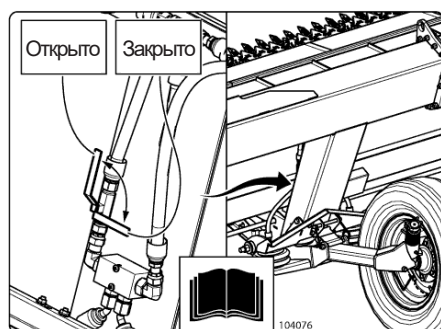

Рис. 10
4. Установите жатку в ЖЕСТКИЙ режим. Поднимите жатку над землей и создайте давление в зависимости от ширины жатки, как показано в таблице ниже, закройте запорные клапаны копирующих колес (см. Рис. 10) затем перейдите к разделу 8 на странице 10.
3. Закройте оба запорных клапана копирующих колес (См. Рис. 10.)